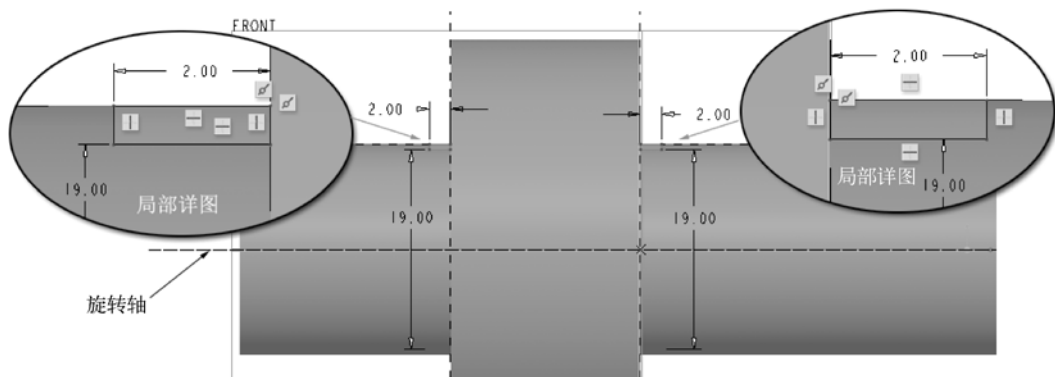

图 13-4 绘制旋转剖面等
① 单击“旋转”按钮 ，打开“旋转”选项卡。
② 默认时，“旋转”选项卡中的“实体”按钮  处于被选中的状态，单击“去除材料”按钮 。
③ 打开“放置”面板，单击“定义”按钮，弹出“草绘”对话框。在“草绘”对话框中单击“使用先前的”按钮，进入草绘模式。
④ 绘制图 13-4 所示的旋转剖面（由两个长方形构成），并务必单击“基准”面板中的“中心线”按钮  添加一条水平的几何中心线来作为旋转轴。注意相关线段的约束关系。然后单击“确定”按钮 。